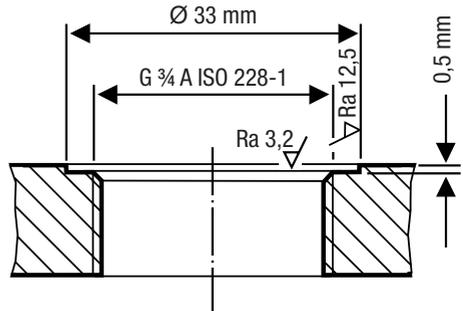

Fig. 7
- Achten Sie auf eine einwandfreie technische Bearbeitung der Dichtflächen des jeweiligen Behältergewindestutzens oder Flanschdeckels, siehe Fig. 7.
Die Dichtflächen müssen gemäß Fig. 7 technisch einwandfrei bearbeitet sein.